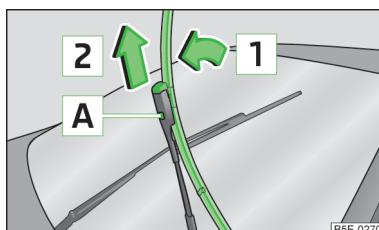

Fig. 213
- Levante la varilla del limpiaparabrisas separándola del cristal » fig. 213.